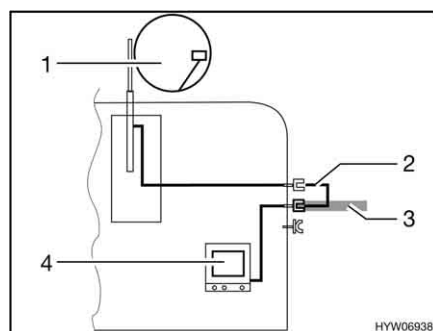

Bild 129 TV i fordonet
- TV i fordonet (Bild 129,4): Anslutning till takantenn (Bild 129,1) med anslutningskabel (Bild 129,2)
- TV i fordonet (Bild 129,4): Anslutning till extern antenn (Bild 129,3)